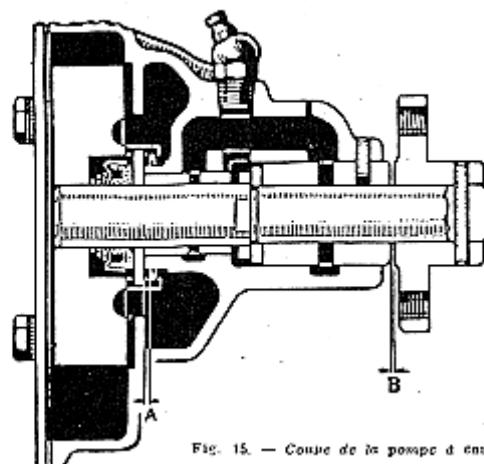

Fig. 15. — Coupe de la pompe d'eau
**NOTA.** — Il est important de monter les bagues de façon que le jeu axial entre la rondelle de cuvette du joint et l'anneau d'arrêt de la rondelle soit de 2,38 mm. (2/32") (cote A, fig. 15).
Le jeu entre le moyeu de poulie du ventilateur et la bague doit être de 0,076 mm. (0,003") (cote B, fig. 15).